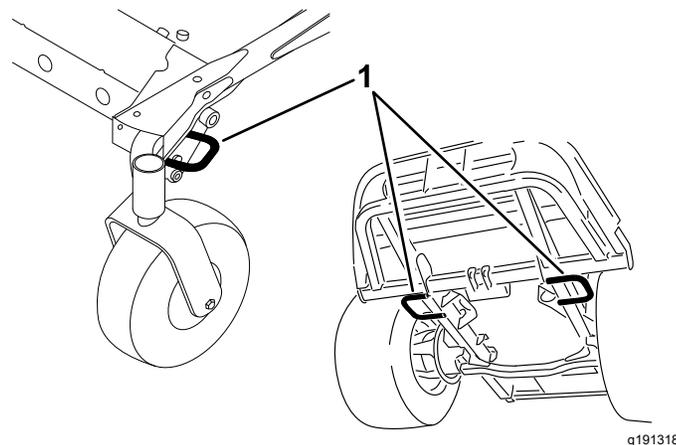

Figura 28
5. Utilize os pontos de fixação na máquina para prendê-la com segurança ao atrelado ou camião com cintas, correntes, cabo ou cordas (Figura 28).